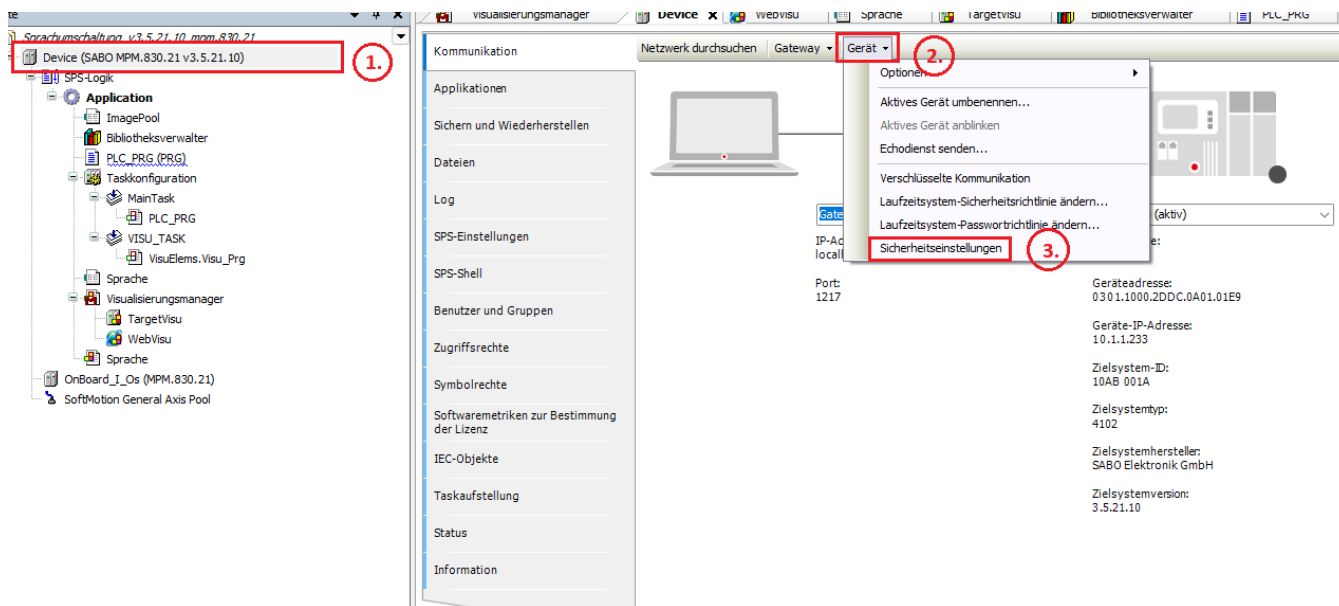

Abbildung 208: Sicherheitseinstellungen der Steuerung für den Webserver
Um auf die **Sicherheitseinstellungen** zugreifen zu können, verbinden Sie sich mit der Steuerung und klicken im nächsten Schritt das **Device** (1) an, anschließend klicken Sie auf den Menüpunkt **Gerät** (2) und wählen aus der Dropdownliste den Punkte **Sicherheitseinstellungen** (3) aus. Abbildung 208.